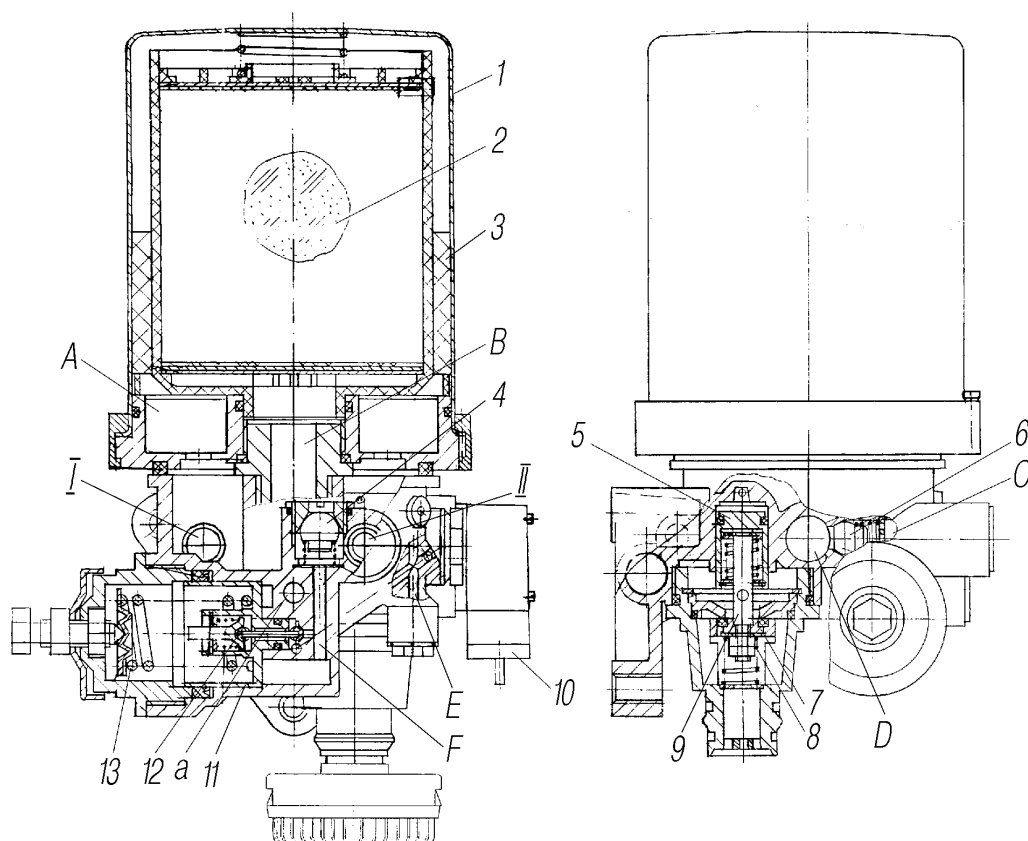

Рис. 82. Влагомаслоотделитель:
**Влагомаслоотделитель.** Сжатый воздух из нагнетательного трубопровода компрессора подводится к выводу I (рис. 82) через полость А, проходит последовательно через пенополиуретановый фильтр 3, цеолитовый адсорбер 2 и попадает в полость В. Параллельно сжатый воздух из полости А подается на разгрузочный клапан 7.